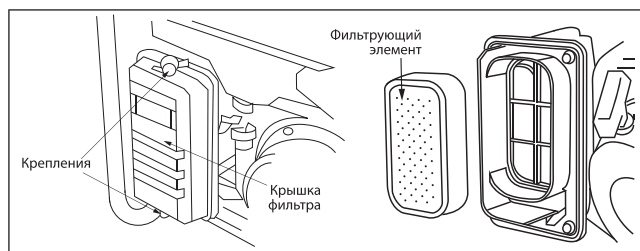

рис. 19
1. Откройте крышку фильтра (рис. 19).